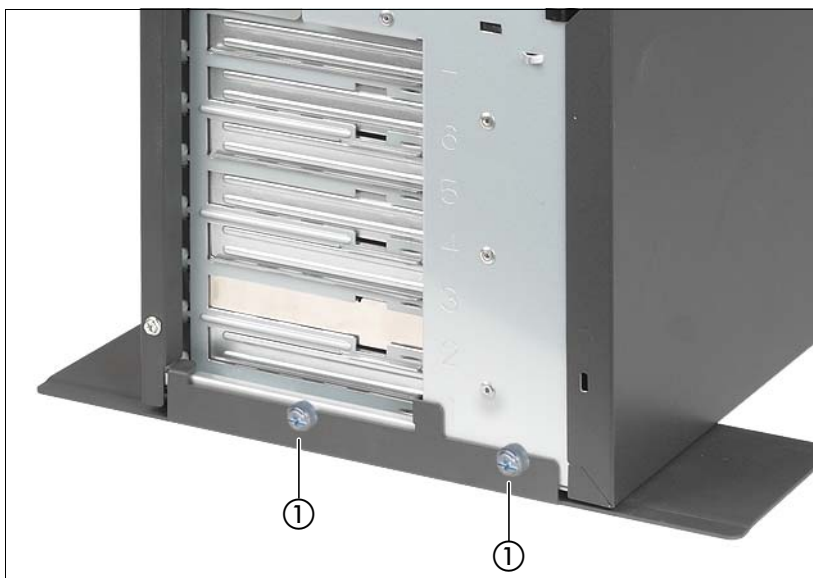

図 83: フットスタンドの取り外し
- ▶ 2 本のネジ (を参照 99 ページ の図 83) でフットスタンドを固定します。